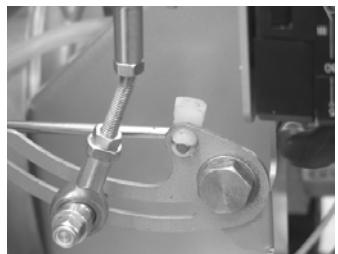

Рис. 32
- 3 освободить болт **T** (см. Рис. 32..);